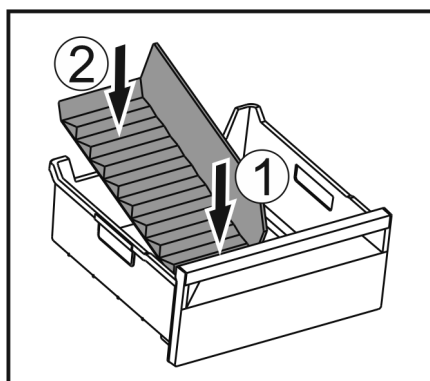

Fig. 193
- 装入冰格分隔器前部。 Fig. 193 (1)
- 将冰格分隔器后部放低至抽屉底板。 Fig. 193 (2)